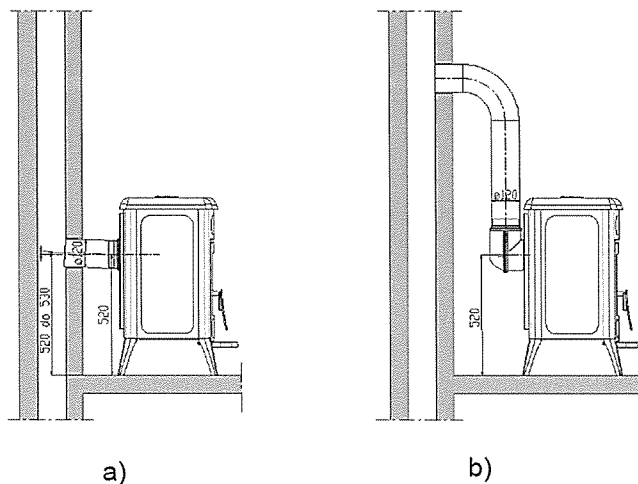

Bild 2
Montera den främre sockel (162) som visas på bilden på omslaget. Skorstensanslutningen sitter på den bakre sidan av kaminen. Delar till bak- respektive toppanslutning medföljer kaminen vid leverans. De olika anslutningsmöjligheterna framgår av bild 2.